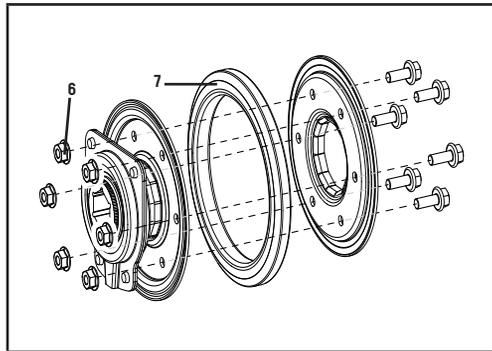

Figure 52
6. Dévissez les 6 boulons M6 x 16 (6) de l'assemblage du disque d'embrayage afin de jeter l'anneau en caoutchouc utilisé de la roue de friction (7) et de le remplacer par un anneau neuf. (figure 52).